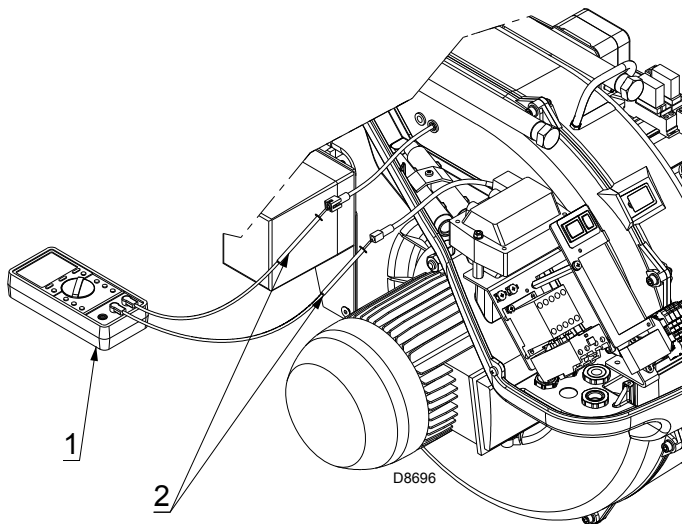

Fig. 35
Si, de todas formas, se quisiera medir la corriente de ionización hay que desconectar la clavija-toma (2)(Fig. 35) colocada en el cable de la sonda de ionización e introducir un microamperímetro (1)(Fig. 35) para corriente continua de 100  $\mu$ A final de la escala.